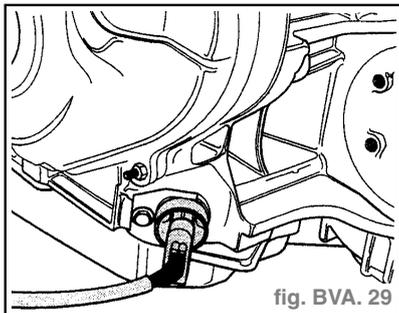

fig. BVA. 29
- Emplacement de montage : le contacteur multifonctions se trouve au bas de la boîte de vitesses. (fig. BVA. 29)